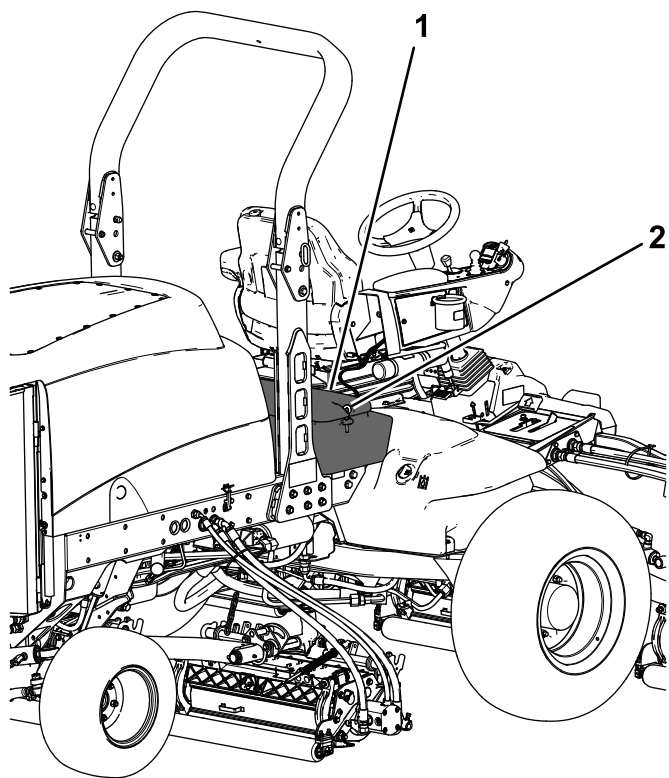

Figura 83
2. Desbloqueie e eleve o painel da consola do operador (Figura 83).